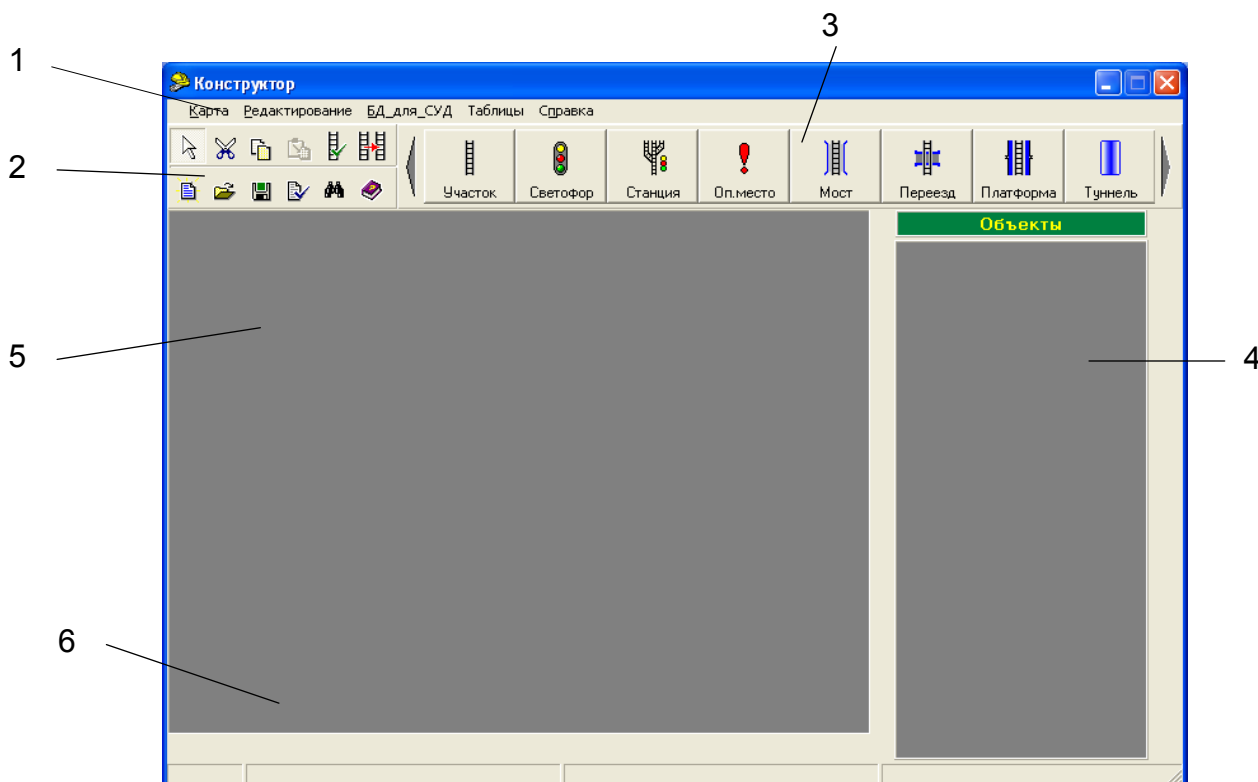

Рисунок 2.13
Окно программы «Constructor» (рисунок 2.13) включает в себя:
2.3.2.3 Выберите строку «Новая карта» в выпадающем подменю «Карта» основного окна программы «Constructor» (рисунок 2.13). Всю эту процедуру можно заменить нажатием клавиш «CTRL» + «N» или выбором кнопки быстрого доступа с пиктограммой «» на вспомогательной панели инструментов.
2.3.2.8 Для проверки правильности ввода и/или редактирования свойств одного из внесенных километровых участков пути щелкните мышью по участку пути рядом с изображением километрового столба. Справа от рабочего поля карты в панели свойств выбранных железнодорожных объектов (рисунок 2.13, поз.4) отражены принадлежащие километровому участку свойства, внесенные вами на предыдущем этапе. Все свойства в панели свойств, за исключением «Лин.координата» доступны для редактирования.